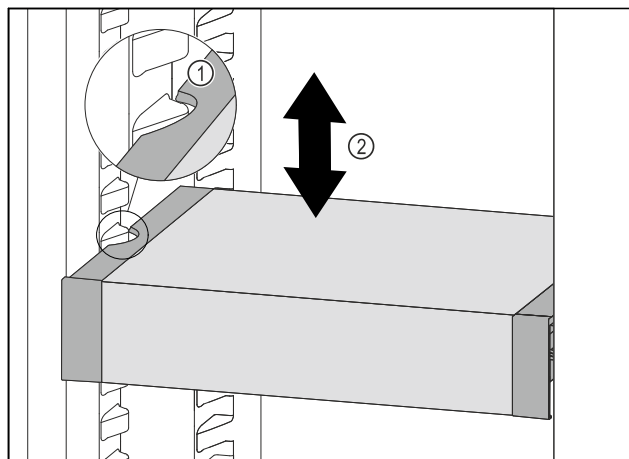

Fig. 100
- Dra VarioSafe framåt tills sidofördjupningarna på VarioSafe är i samma nivå som behållarlisterna i kyldelen. Fig. 100 (1)
- Förflytta VarioSafe uppåt eller nedåt i kyldelen tills önskad höjd har uppnåtts. Fig. 100 (2)